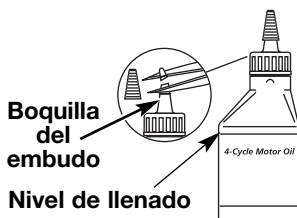

Fig. 9
Su unidad trae una botella de aceite SAE 30 SF, SG, SH de 90 ml (3,04 onzas fluidas) (Fig. 9).
NOTA: Guarde la botella para medir la cantidad correcta de aceite cuando deba cambiarlo en el futuro (Fig. 9). Lea *Cambio de aceite*.
- Desenrosque la tapa de la botella de aceite y retire el sello de papel que cubre la apertura. Vuelva a colocar la tapa. Corte la punta de la boquilla del embudo (Fig. 9).